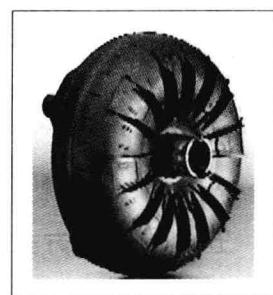

图 1-8 液力变矩器
(1) 液力变矩器 位于自动变速器的最前端，安装在曲轴后端，上面有起动齿圈，其作用与采用手动变速器的汽车中的离合器相似。可在一定范围内实现减速增矩，如图 1-8 所示。